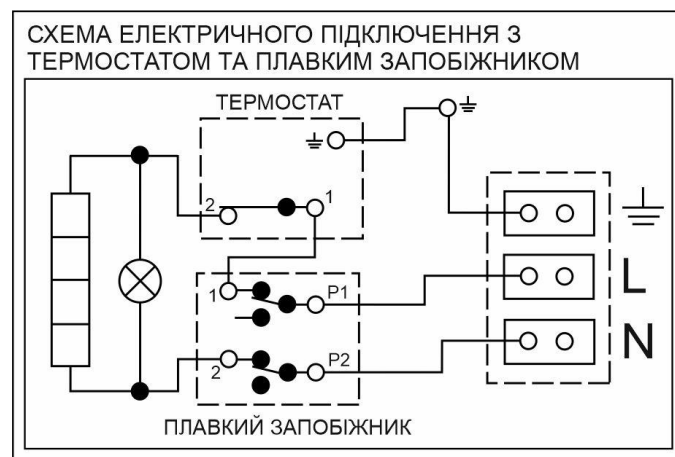

Рисунок 9
- Схема електричного підключення додається до водонагрівача, та знаходиться на кришці електропроводки (Рисунок 9)